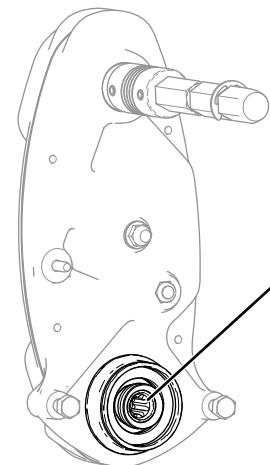

Figura 7
3. Verificate la quantità di grasso rimanente all'interno dell'albero di trasmissione del cilindro (Figura 7).